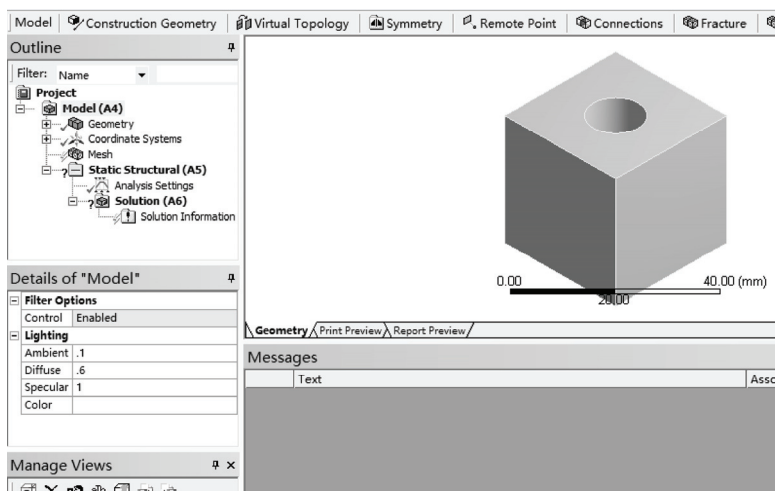

图 6-15 进入 Mechanical
1) 双击主界面项目管理区项目 A 中的 A3 栏 Model 项，进入 Mechanical 界面，如图 6-15 所示，在该界面下即可进行网格的划分、分析设置、结果查看等操作。